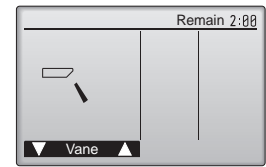

Fig. 7-7
- ① Prüfen Sie die automatische Klappensteuerung mit den Tasten  . (Fig. 7-7)
- ② Drücken Sie die Taste , um zum "Test run" (Testlauf) zurückzukehren.
- ③ Drücken Sie die Taste .